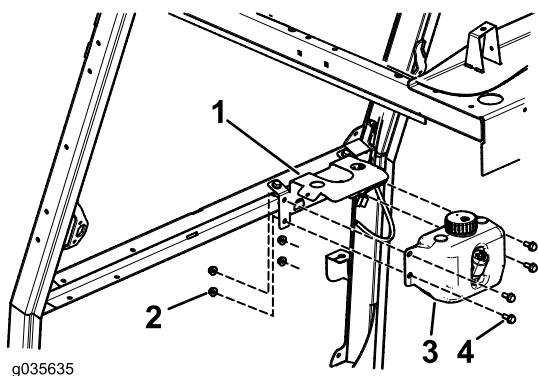

Рисунок 7
2. Установите бачок на кронштейн с помощью 4 болтов (5/16 x 3/4 дюйма) и 4 фланцевых гаек (5/16 дюйма), как показано на Рисунок 7.